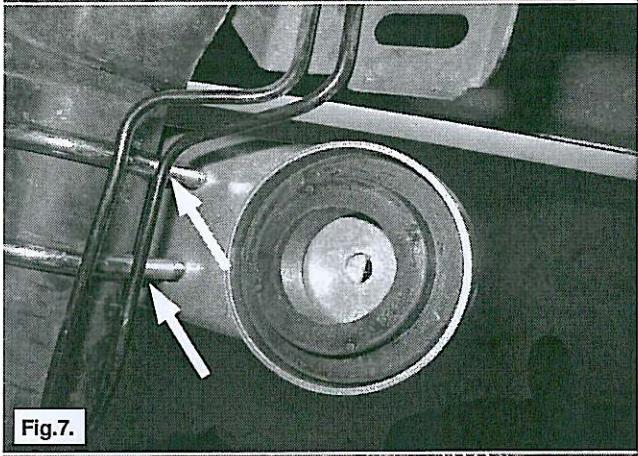

Fig.7.
- Haal de remleiding aan de as los uit de klemmen. Monteer veerhouder B met de U-bouten onder de as. Let er op dat de veerhouder recht onder en recht staat ten opzichte van de veerhouder A. Zie fig 7, en 8. Verbuig de remleidings voorzichtig zodat deze de U-bout niet kan raken en monteer ze terug in de klemmen.
- Take the brake tube at the axle out of the clips. Fit bracket B with the U-bolts under the axel. Take care that the bracket is mounted straight under the upper bracket A. See fig. 7 and 8. Carefully bent away the brake tube so that it cannot touch the U-bolts. Put the brake tube back in its clips.
- Entfernen Sie die Bremsleitung aus die Klemmen von der Achse. Montieren Sie Bügel B mit der U-Bolzen unter die Achse. Achten Sie darauf das der Bügel gerade unter den obere Bügel A kommt. Siehe Fig. 7 und 8. Biegen Sie vorsicht die Bremsleitungen so dass diese die U-Bolzen nicht fassen können. Montieren Sie die Bremsleitungen zurück in die Klemmen.
- Retirez le tuyau de frein de l'essieu hors des attaches. Montez le support du ressort B avec les boulons en U sous l'essieu. Veillez à ce que le support soit bien en dessous et perpendiculaire au support de ressort A. Cf. fig. 7, et 8. Cintrez les tuyaux de frein avec précaution de façon à ce qu'ils ne puissent pas toucher les boulons en U et remontez-les dans les attaches.
- Suelte el cable de freno de las abrazaderas del eje, con los pernos en forma de U. Procure que el montante esté justamente debajo del montante A y que sea paralelo al último. Ver fig. 7 y 8. Tuerza los cables de freno con cuidado, procure que no toquen el perno en forma de U y móntelos nuevamente en las abrazaderas.